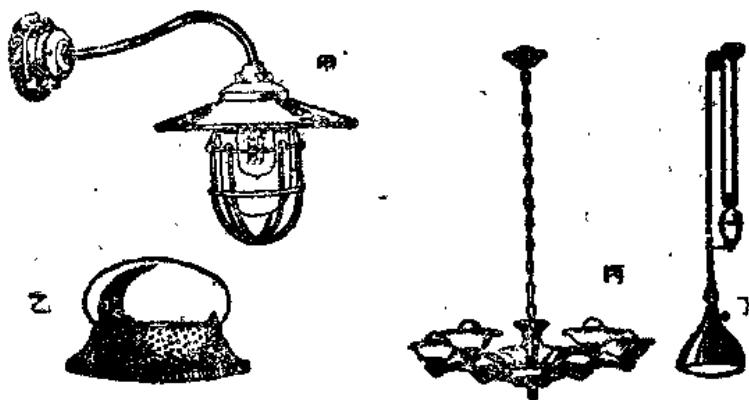

图 2-5 照明灯具
(4) 灯具 白炽灯泡常旋在灯头上，灯头则紧固在特殊的构件——照明灯具上。灯具具有弯灯、天棚灯、花灯(图2-5)等。灯具在天棚上悬挂的方式有软线悬挂、滑輪悬挂、